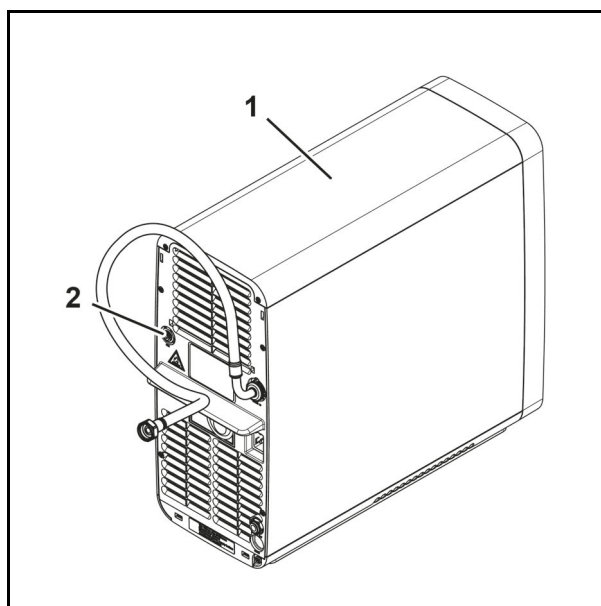

Abb. 15
2. Schließen Sie die externe CO₂-Versorgung an den Anschluss für die externe CO₂-Versorgung (Abb. 15/2) am Untertischgerät (Abb. 15/1) an.